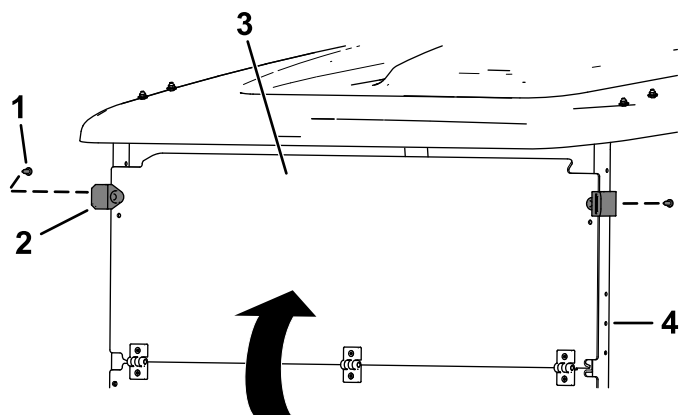

図 2
1. ウインドシールドを開いて上部を日よけサポートチューブに固定するゴム製クランプ2個と短いプラスチック製リベット2本をで上の穴に固定する 図 2。